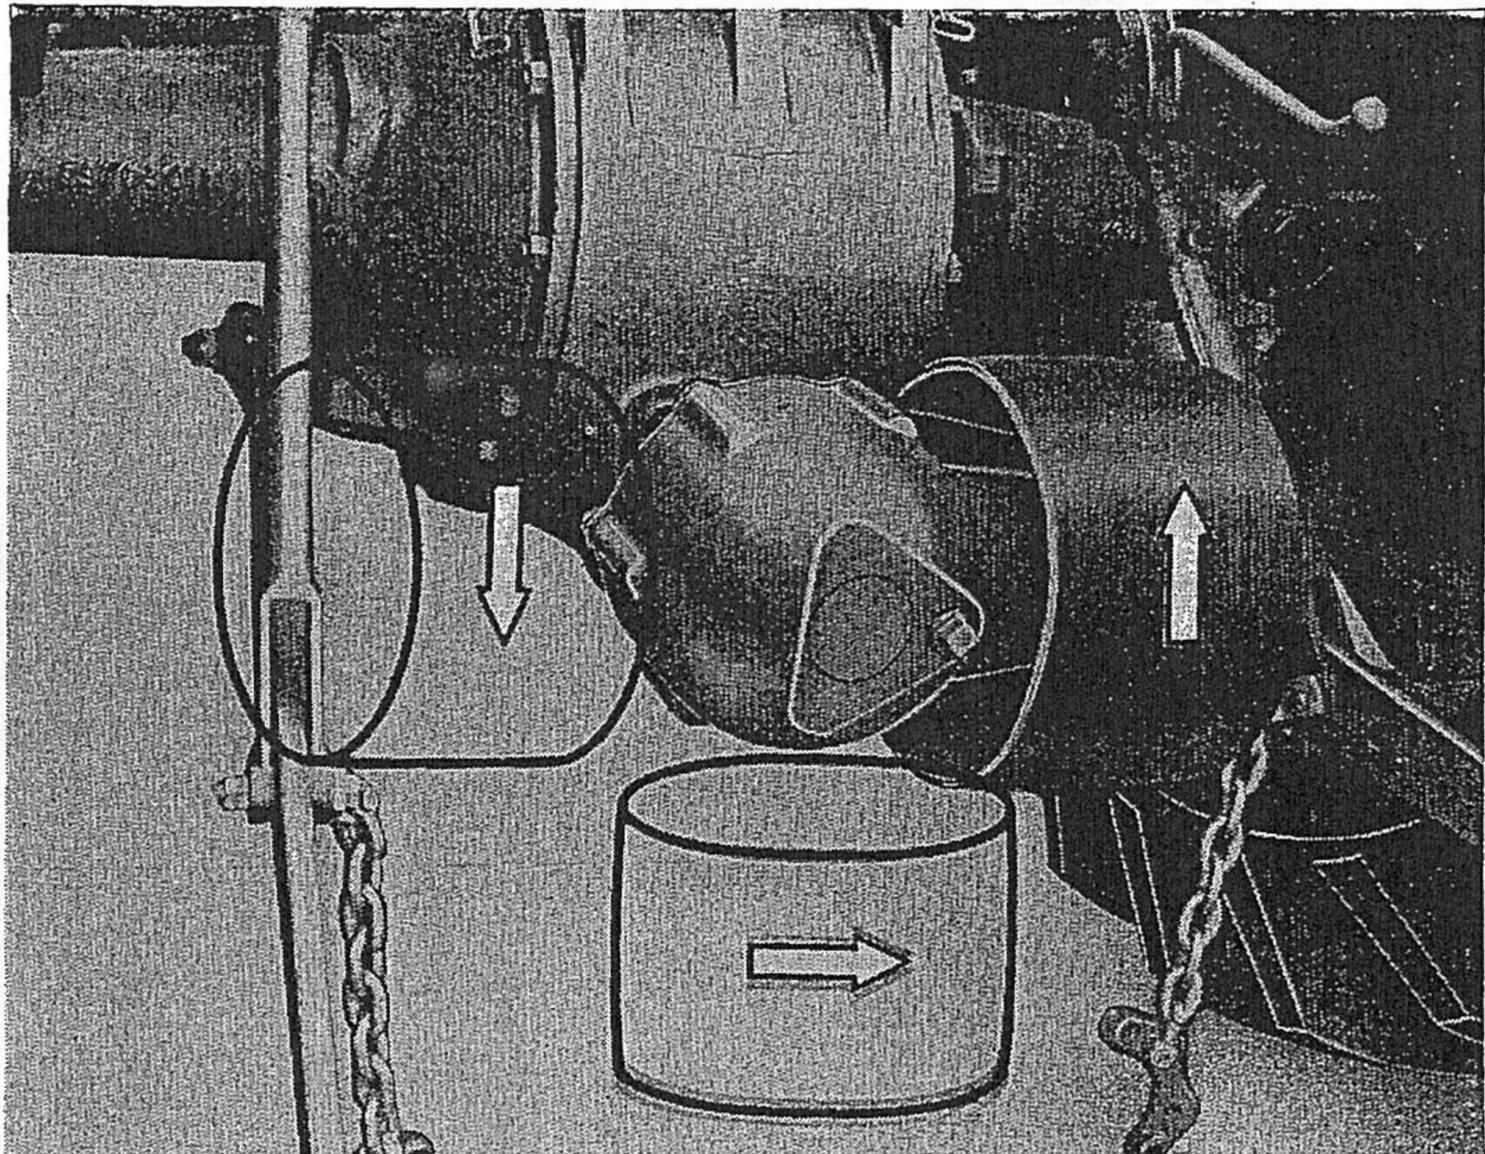

Fig. 81
- Monter la poulie à l'une des trois positions illustrées figure 81 et la fixer avec les quatre écrous.